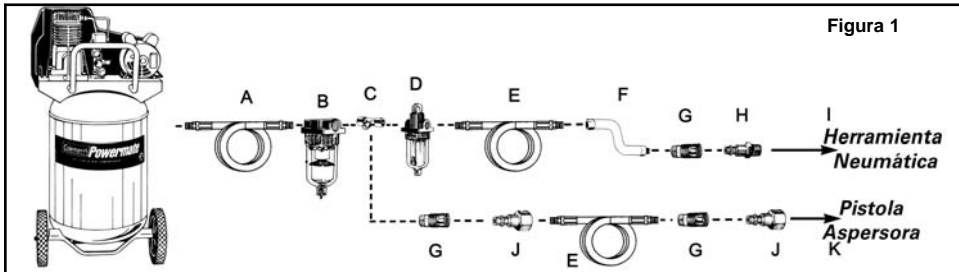

Figura 1
- Conecte la herramienta al acoplador rápido de la manguera de aire. **NOTA: Se recomienda utilizar una manguera de conexión flexible con un cabezal giratorio (P012-0079SP - no incluida) para evitar que la manguera de aire se doble, enrosque o gaste demasiado (ver figura 1 para las conexiones recomendadas).**
Para conservar el funcionamiento óptimo de la herramienta neumática, debe ser lubricada cada vez que se utiliza. Las partículas, el polvo, el óxido y los residuos de aceite se acumulan dentro de la herramienta y reducen su desempeño. Se recomienda utilizar un engrasador en línea para una lubricación automática adecuada de la herramienta (ver Figura 1). Si no dispone de un engrasador en línea, puede lubricar la herramienta de forma manual a través del orificio de entrada (ver Figura 7).